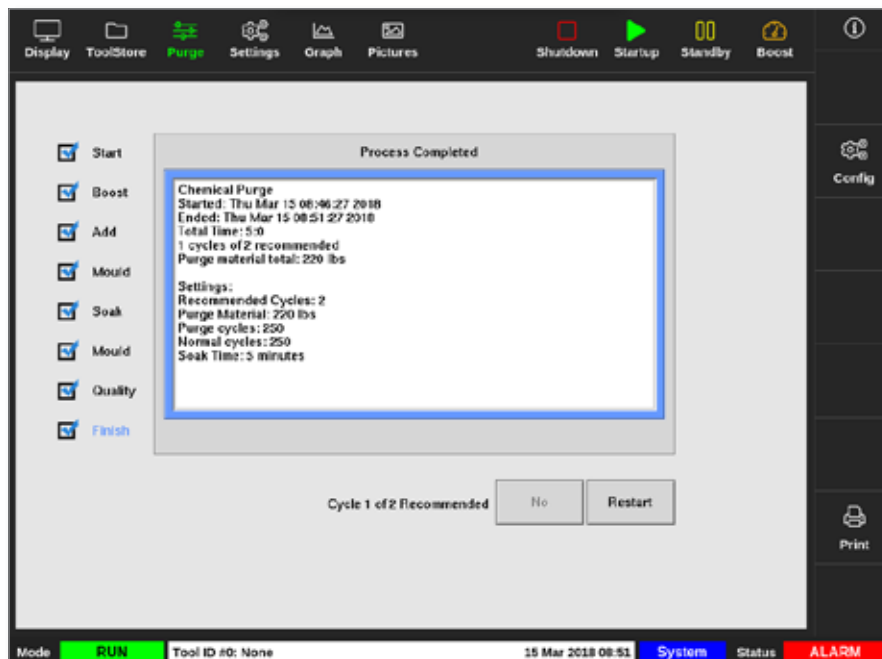

Figure 6-8 Souhrnná obrazovka chemického čištění
8. Finish (konec): Systém zobrazí souhrnnou obrazovku. Viz Figure 6-8.